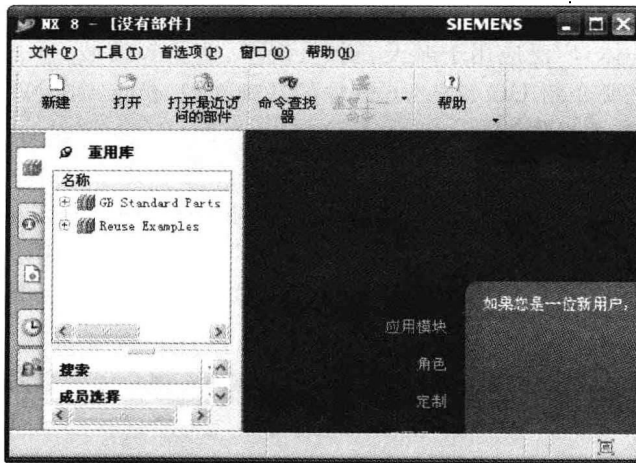
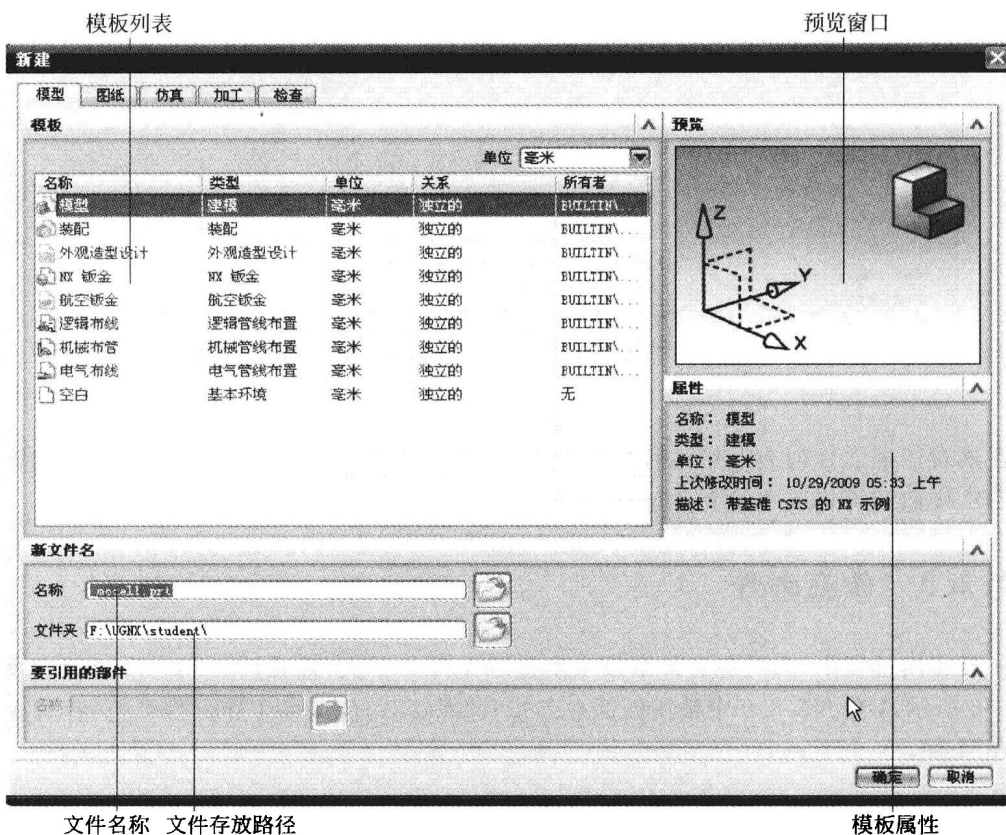

图 1-2 UG NX 8.0 中文版启动界面
图 1-4 “新建”对话框
- (1) 双击桌面上 UG NX 8.0 的快捷方式图标,便可启动 UG NX 8.0 中文版。
- (2) 执行“开始”|“所有程序”|UG NX 8.0.0|UG NX 8.0.0 命令,启动 UG NX 8.0 中文版。UG NX 8.0 中文版启动界面如图 1-2 所示。
(1) 如图1-2所示启动UG NX 8.0 软件后,单击对话框左上角的“新建”图标,将弹出如图1-4所示的对话框。